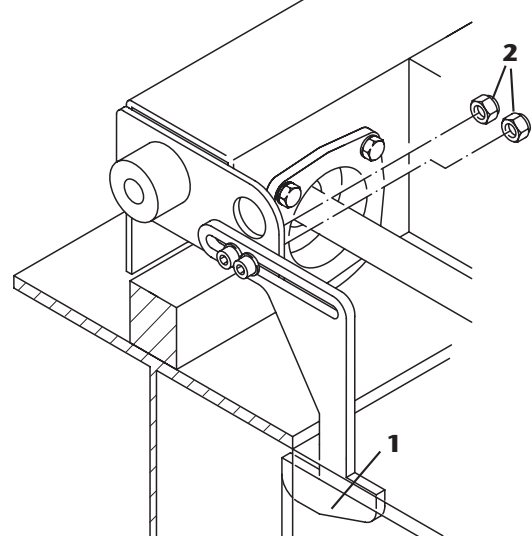

fig. 179
- Enlever les dispositifs anti déraillement -1- en dévissant les écrous relatifs -2- (fig. 179).